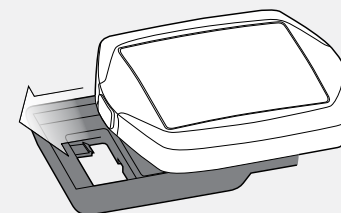

Figura 15. Deslice el ciclómetro en la base.
7. Introduzca el ciclómetro en su base (figura 15).
4. Introduzca el ciclómetro en su base (figura 15).